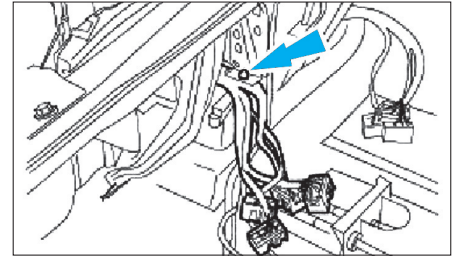

Fig. 41
- Dégraffer le faisceau de câblage (4).
- Détacher le faisceau de câblage de console centrale de la barre de renfort (Fig.41).